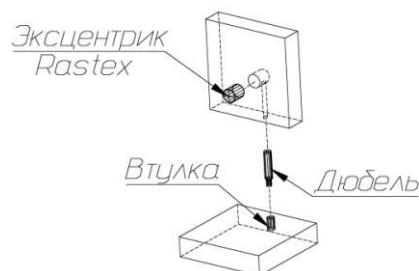

Рис. 1
1. В боковые стенки (3), (4), горизонтальные щиты (6), (7), планку верхнюю переднюю (8), планку верхнюю заднюю (9), панель заднюю (06) в имеющиеся отверстия установить эксцентрики, таким образом, чтобы стрелка была повернута в сторону отверстия в торце.
В установленные муфты эксцентриковых стяжек на боковых стенках (3), (4), перегородке (5), верхнем щите (2), нижнем щите (1) ввернуть дюбели, в соседние отверстия установить шканты (рис.1).
2. Установить монтажные планки петель на боковые стенки (3), (4) и перегородку (5) с помощью комплектных винтов.
3. Установить полкодержатели в отверстия на перегородке (5) и боковой стенке (3).